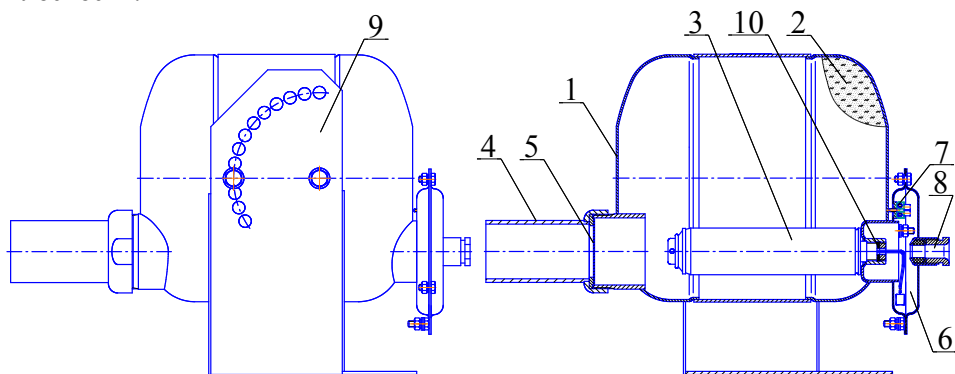

Рисунок 1
- ИХГ-10(М)-01 СИАВ 066614.025.000 ТУ для МПП нормального исполнения или ИХГ-10(М)-02 СИАВ 066614.025.000 ТУ для МПП специального исполнения (поз. 3 рисунок 1) – 1 шт.;
- резиновая прокладка черт. СИАВ 634233.006.023 (поз. 10 рисунок 1) – 1 шт.;
- огнетушащий порошок ИСТО-1 ТУ 2149-001-54572789-00 (поз. 2 рисунок 1) – 9,5 кг;
- мембрана черт. СИАВ 634233.007.005 (поз. 5 рисунок 1) – 1 шт.
4.1.1 МПП (см. рисунок 1) состоит из корпуса 1, в котором размещаются огнетушащий порошок (ОП) 2 и источник холодного газа (ИХГ) 3. В передней части корпуса находится насадок-распылитель 4, входное отверстие которого перекрыто мембраной 5.